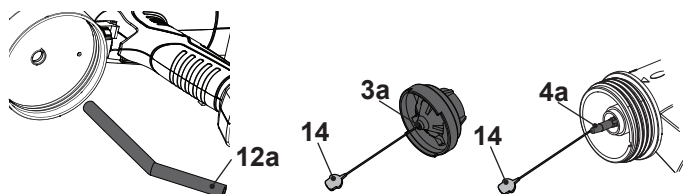

Fig. 13
- > Retire el tubo de aspiración (12a) del contenedor de pintura (12) (Fig. 13).
- > Desmonte la tuerca de unión (1), el casquillo de aire (2) y la boquilla de pulverización (3) del cabezal de pulverización (4).
- > Limpie cuidadosamente todas las piezas desmontadas con un producto de limpieza. Utilice la aguja de limpieza (14) para eliminar los restos de pintura del orificio de la boquilla de pulverización (3a) y de la aguja de la boquilla (4a) (Fig. 13).